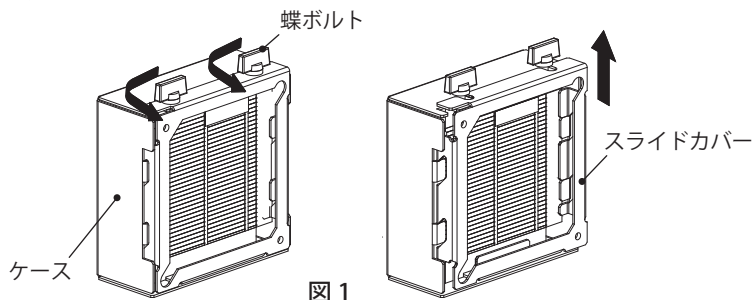

図1
1. 蝶ボルトを緩め(5~7回転程度)、スライドカバーを上スライドしてケースから取り外してください。(図1)